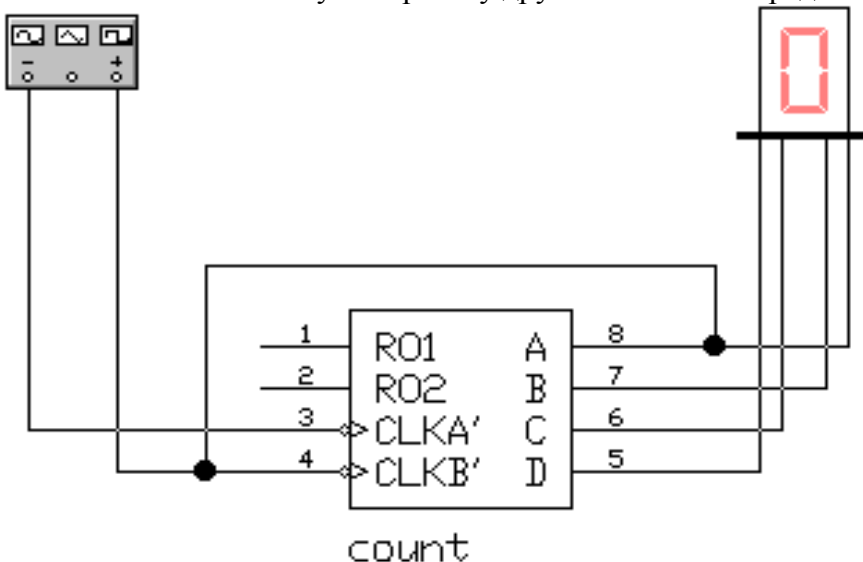

Рис. 8.4. Подсчет количества импульсов.
3.1. Собрать схему изображенную на рис. 8.4. В схеме используется Function Generator (Генератор функций), 4-bit Binary Counter (4-х битный двоичный счетчик) и семи сегментный индикатор с декодером.